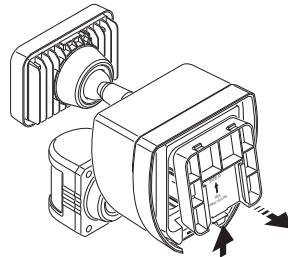

Figura 3
4. Presione hacia arriba la lengüeta de bloqueo de la tapa del compartimiento de las pilas y gire la tapa hacia fuera y hacia abajo para quitarla (ver Figura 3).